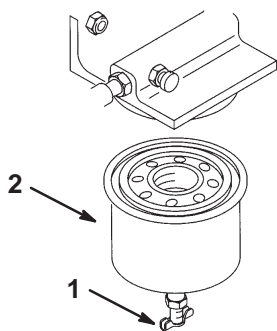

Figure 30
4. Ouvrez le robinet de vidange (Fig. 30) pour que le carburant qui se trouve dans le filtre à carburant s'écoule dans un bac approprié. Éliminez le carburant conformément à la réglementation locale en matière d'environnement.
5. Déposez le filtre à carburant à l'aide d'une clé spéciale (Fig. 30).